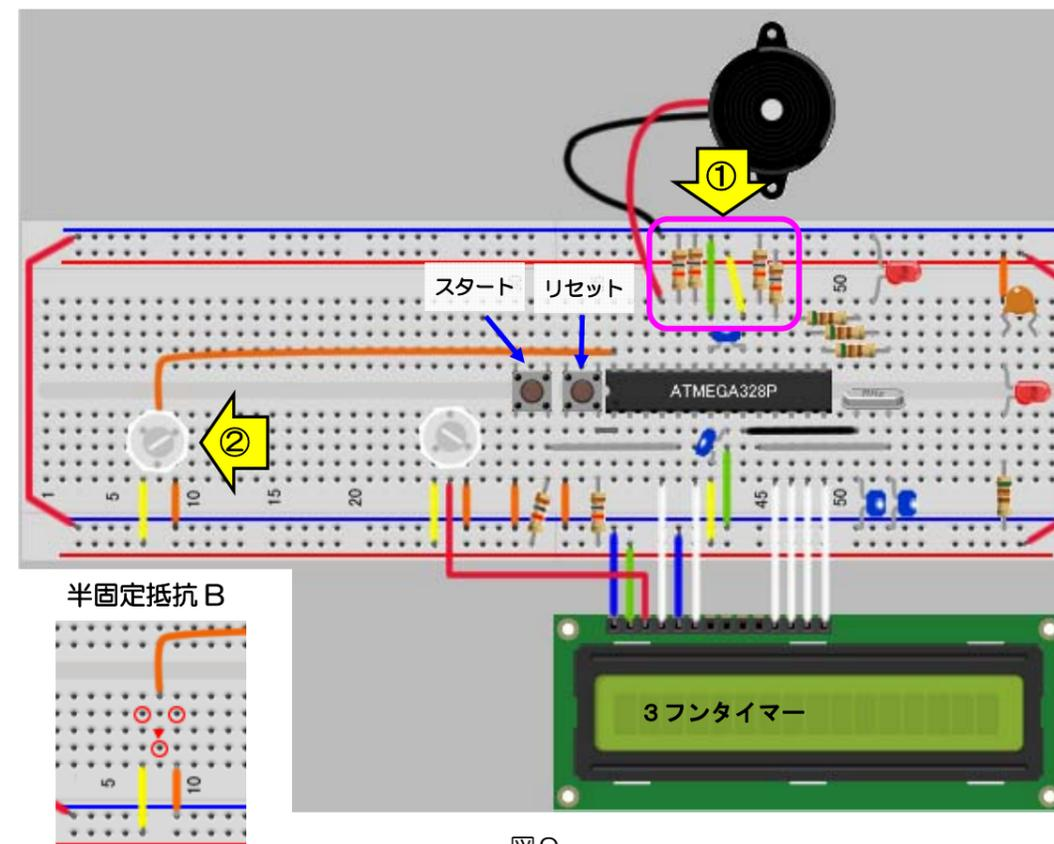

図9
- 図9-①, 抵抗器10KΩ4個の配置を図のように変えます。
- 図9-②, 半固定抵抗器を接続します。